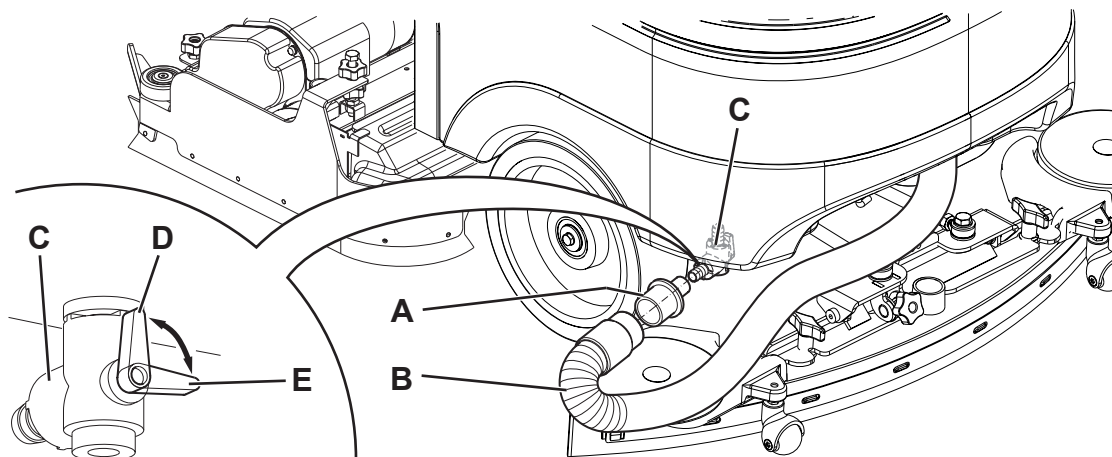

Рис. 5
На дисплее (C) отображается уровень концентрации моющего средства в растворе, как показано в таблице на Рис. 5.
8. Извлеките адаптер (45) из гнезда в аккумуляторном отсеке.
9. Установите адаптер (А, Рис. 5) на вакуумный шланг швабры (В), затем прикрепите его к спускному крану (С).
10. Поверните ключ зажигания (58) в положение «I» и включите вакуумную систему с помощью кнопки (63).
11. Откройте спускной кран (С), чтобы опорожнить бачок (22).